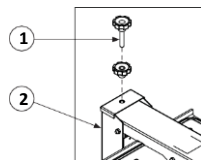

Figura 2
- 1º Para os equipamentos que possuem regulagem da altura de fechamento da tampa, o ajuste deve ser feito através do regulador (1) localizado no suporte do braço (2), conforme **Figura 2**.